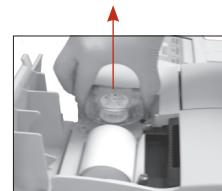

Ilustración 1: Retire el cartucho de la bomba peristáltica
- Retire la bomba agarrando la carcasa con firmeza y tirando hacia arriba (ilustración 1).